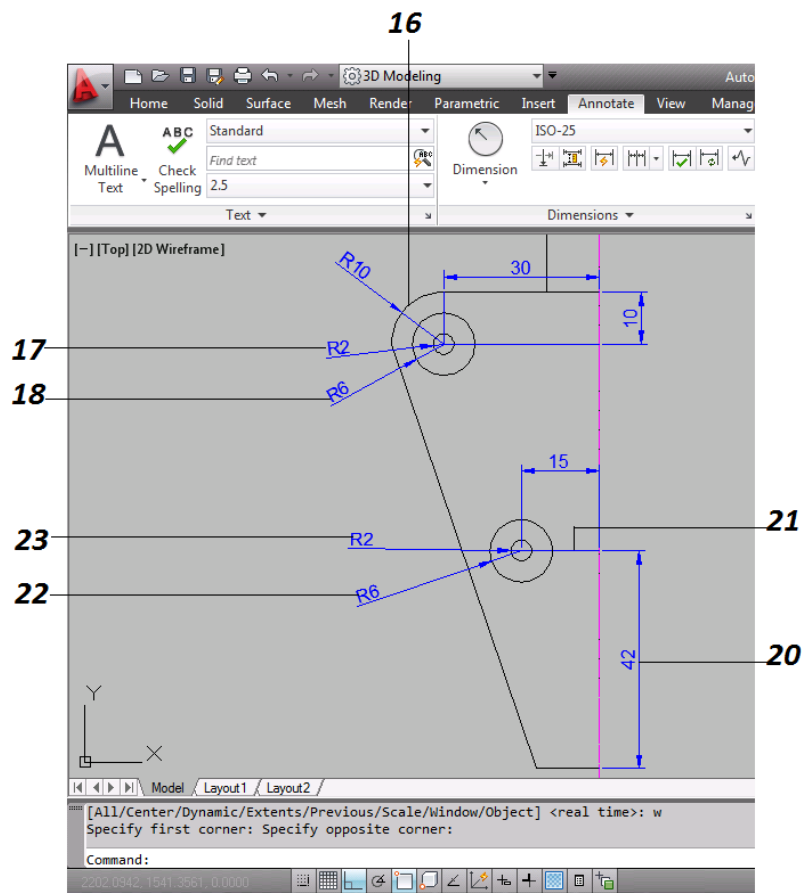

Figura 4.15 Ejercicio 3
16. Se selecciona el comando empalme, se indica que el empalme será de 10 unidades de radio, y se seleccionan las dos líneas indicadas (*figura 4.15*).
17. Se selecciona el comando círculo, se elige como centro el centro del empalme que se realizo anteriormente, con ese centro como referencia se crean un círculo el cual tendrá un radio de 6 unidades (*figura 4.15*).
18. Con ese mismo centro se crea otro círculo, el cual tendrá un radio de 2 unidades (*figura 4.15*).
20. La primer línea sera de 42 unidades hacia arriba (*figura 4.15*).
21. La segunda línea sera de 15 unidades hacia la izquierda (*figura 4.15*).
22. Al final de esa línea, se crea un círculo de radio 6 (*figura 4.15*).